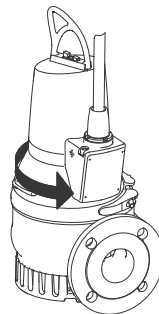

Рис. 12 Направление рывка
3. Если насос подключён правильно, рывок будет в сторону, противоположную направлению вращения. См. рис. 12.